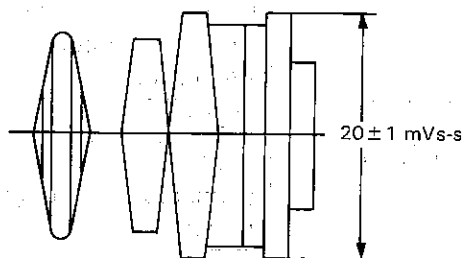

Abbildung 2-8.
- c) Den R518 (Aufnahme-Farbsättigungsregler) so einstellen, daß der Rot-Pegel bei $20 \pm 1 \text{ mVs-s}$ liegt (siehe Abb. 2-8).